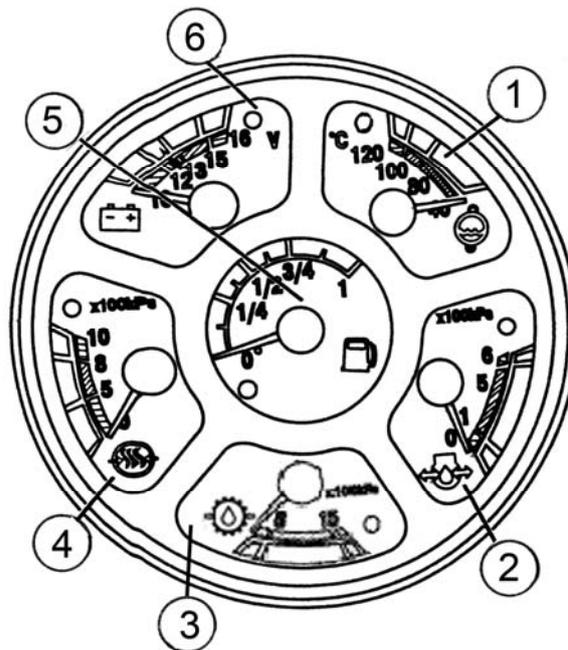

Рис. 9 Комбинация приборов
2. Указатель температуры (1), рис. 9, работает в комбинации с терморезисторным датчиком температуры (BK1) типа (ДУТЖ- 02М, диапазон сопротивления 243...22,5 Ом).